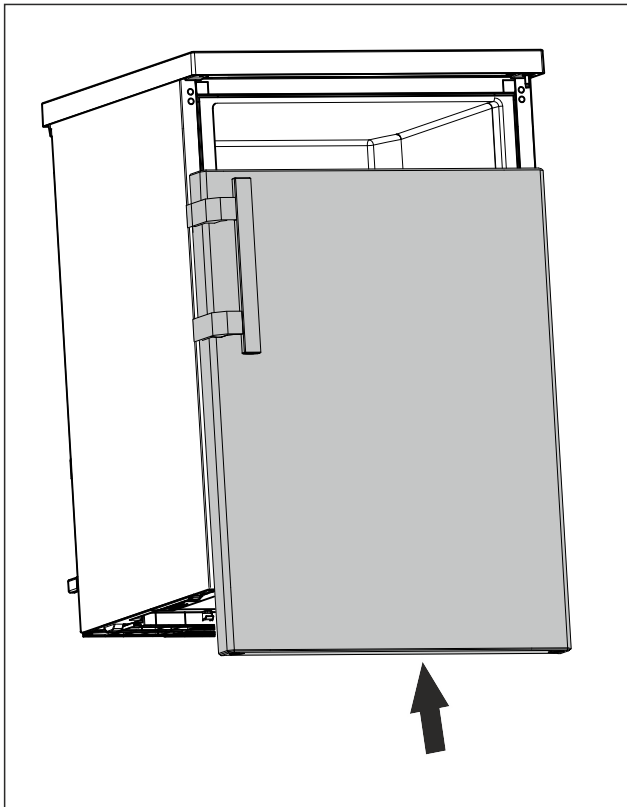

Fig. 21
- Schuif de deur op de bovenste grendel wanneer deze gesloten is. (zie Fig. 21)